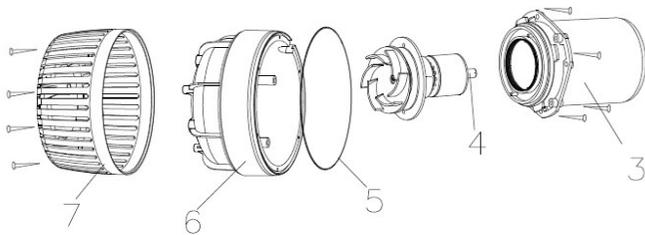

Abbildung 4
- 3. Schrauben Sie den Controller fest an die Wand, damit kein Wasser ins Gehäuse gelangen kann. Installieren Sie den Controller in ausreichender Höhe, um Trockenheit gewährleisten zu können. (siehe Abb. 4)**